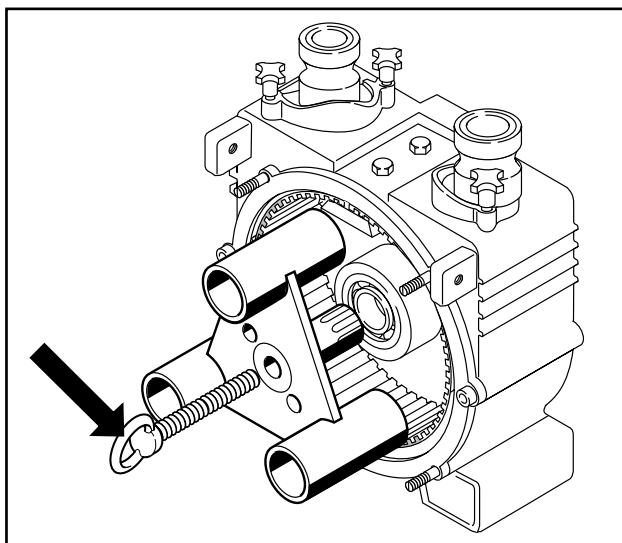

Fig. 10 Desmontaje del rotor
6. Desenrosque el tornillo de retención del rotor (n.º de pieza 1018, Fig. 8). Separe el rotor, en caso necesario usando los taladros de desmontaje M 10 y el tornillo de sujeción (Fig. 10).